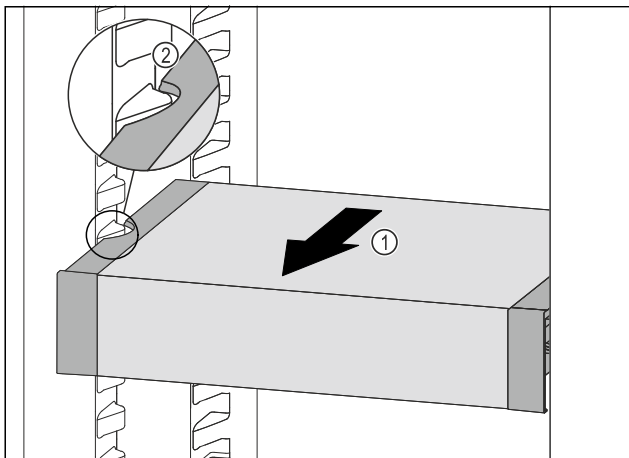

Fig. 85
- ▶ Вытягивайте VarioSafe вперед Fig. 85 (1), пока боковые выемки VarioSafe не окажутся на высоте выступа резервуара в холодильном отделении. Fig. 85 (2)